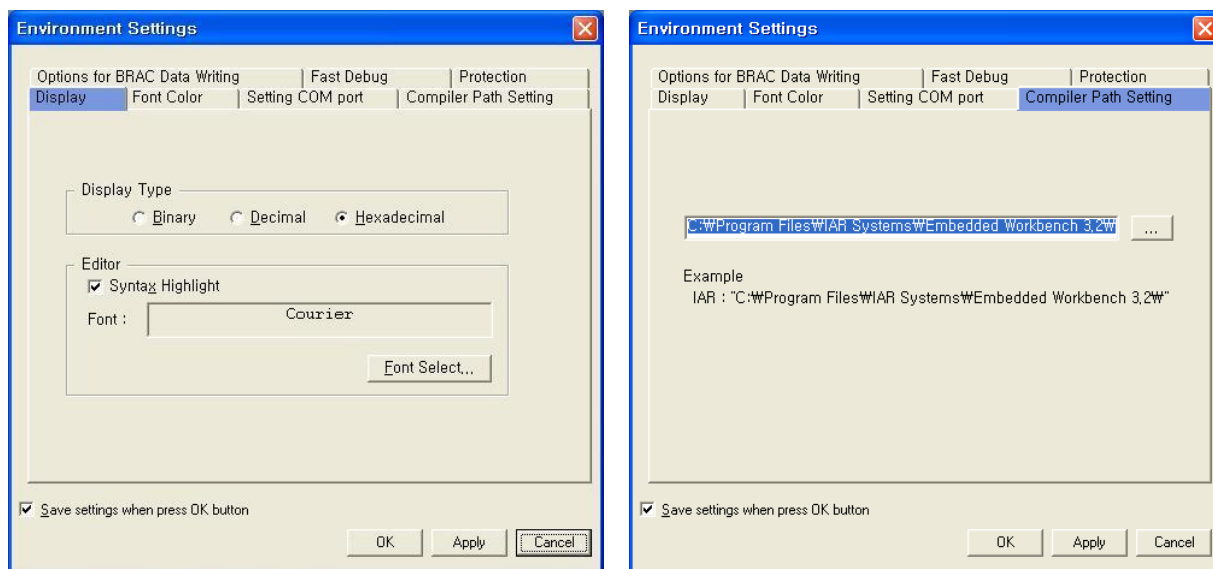

FIGURE. 33
- [Compiler Path Setting] 탭으로 이동하면 Default Path 로 Figure.33 과 같이 설정되어있다.